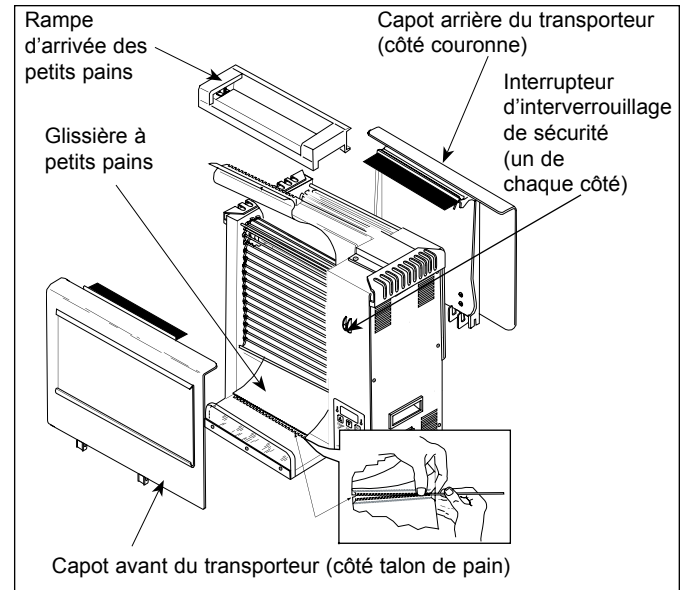
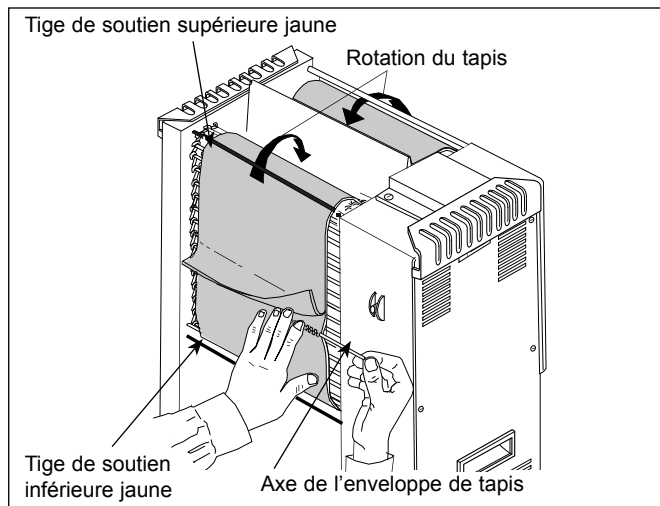

Figure 10. Remplacement du tapis
Figure 13. Remplacement de l'enveloppe de tapis
REMARQUE : Assurez-vous que les deux interrupteurs d'interverrouillage de sécurité du transporteur sont activés quand les capots sont installés (Figure 10) faute de quoi les transporteurs ne tourneront pas.
1. Localisez le rabat de charnière sur l'enveloppe du tapis, si ce rabat n'est pas visible ; branchez le cordon d'alimentation et allumez l'appareil, appuyez sur les deux interrupteurs d'interverrouillage de sécurité du transporteur (Figure 10) et attendez que le rabat de charnière soit exposé et centré. Éteignez l'appareil et débranchez le cordon d'alimentation, soulevez le rabat, retirez l'axe et retirez avec précaution l'enveloppe du tapis (Figure 13). Jetez ce tapis. Reprenez la procédure à l'arrière (côté couronne).
REMARQUE : Les enveloppes de tapis doivent être installées à l'intérieur des tiges jaunes. Le rabat doit être installé tourné vers l'extérieur du grille-pain et en position abaissée (Figures 13 & 15).